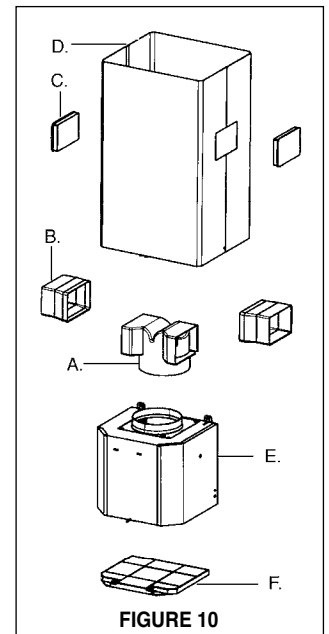

FIGURE 10
Installations sans conduit requièrent le **Kit Pour Conversion Du Conduit (FIGURE 10)**. N'utilisez pas le REGISTRE ROND (M de la FIGURE 1) pour les Installations sans conduit. Jeter le COUVERCLE CHEMINÉE INFÉRIEURE (B de la FIGURE 1) et remplacer avec le couvercle de cheminée inférieure avec trous d'échappement d'air dans le **Kit Pour Conversion Du Conduit (D de la FIGURE 10)**.
Illustré à la FIGURE 10, mettre le DUCTLESS DIVERTER (A) dans l'ouverture d'échappement de la EASY CUBE (E). Mettre le DUCTLESS DIVERTER EXTENSION HORIZONTAL (B) dans le DIVERTER (A).
Pour installations sans conduit, aligner les DUCTLESS DIVERTER EXTENSIONS HORIZONTAL (B de la FIGURE 10) avec les trous d'échappement d'air dans COUVERCLE CHEMINÉE INFÉRIEURE (D de la FIGURE 10) et installer les VENT GRIDS (C de la FIGURE 10).
Pour installations sans conduit, installer le FILTRE AU CHARBON (**F de la FIGURE 10**). Voyez FIGURE 14